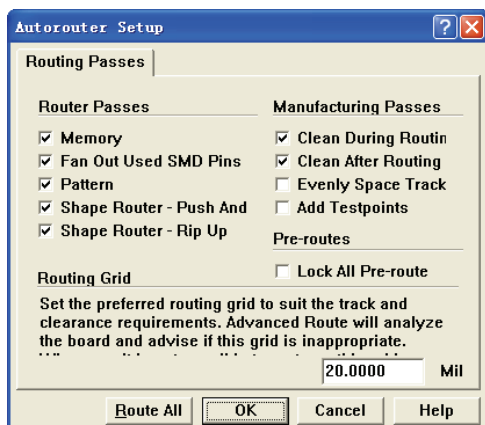

图 8-127 自动布线设置对话框
(1) 完成设计规则的设置后进行布线，执行“Auto Route”→“All...”菜单命令，弹出如图 8-127 所示的对话框。